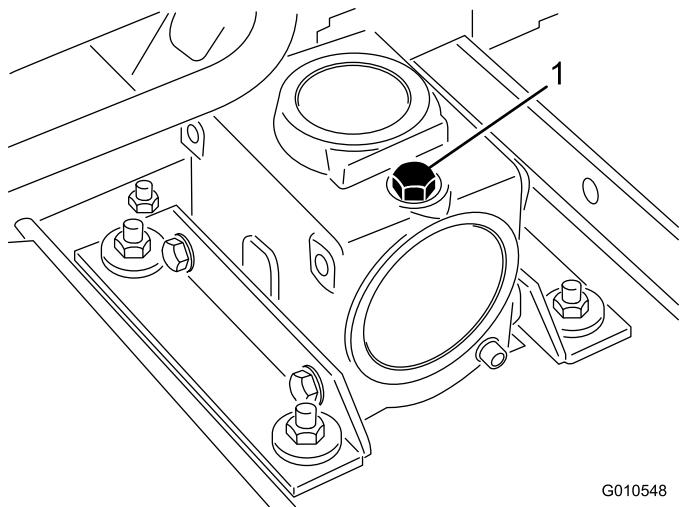

Figura 23
2. Retire a vareta/tampão de enchimento da parte superior da caixa de engrenagens (Figura 23) e verifique se há lubrificante entre as marcas da vareta. Se o nível de lubrificante estiver baixo, adicione lubrificante suficiente até o nível ficar entre as marcas.